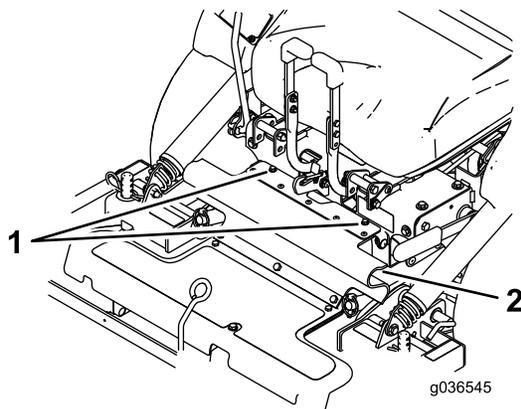

Figura 80
8. Allentate i bulloni applicati alla protezione in gomma (Figura 80).
8. Allineate la porzione superiore della protezione in gomma e fissatela con i bulloni attaccati (Figura 80).